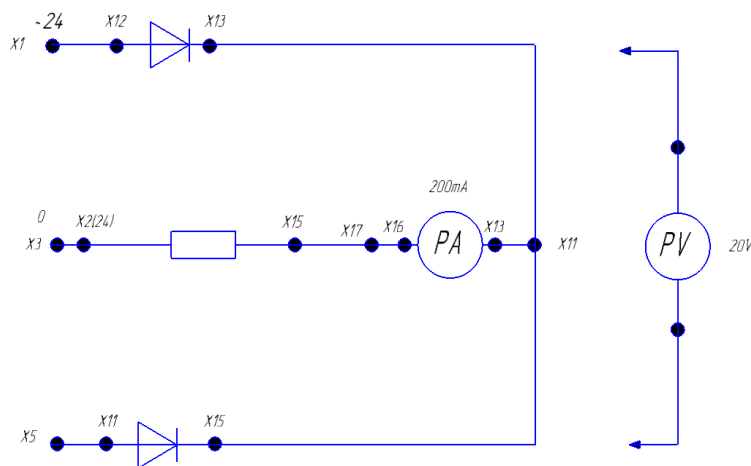

Рис.2
**3.1.** Собрать схему двухполупериодного выпрямителя с выводом средней точки с нагрузкой R2 ( без подсоединения к клеммам вторичной обмотки трансформатора) и измерительными приборами согласно рис.2